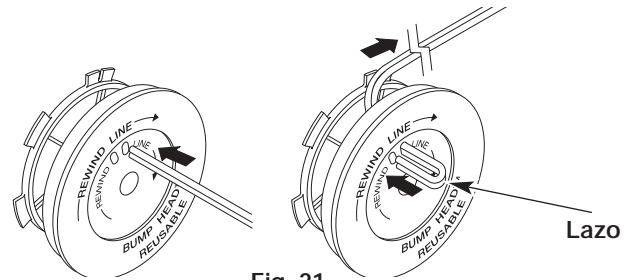
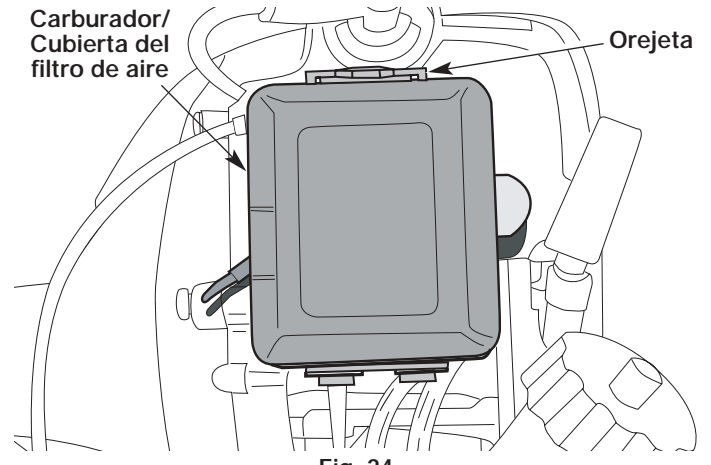

Fig. 21
Fig. 24
8. Tome aproximadamente 2,5 m (8 pies) de nueva línea de corte. Inserte un extremo de la línea a través de uno de los orificios del carrete interior (Fig. 21). Pase la línea a través del carrete interior hasta que queden sólo 4 pulgadas fuera.
9. Inserte el extremo de la línea en el orificio abierto del carrete interior y tire de la línea en forma ajustada a fin de que el lazo sea lo más pequeño posible (Fig. 21).
1. Saque la cubierta del filtro de aire/carburador empujando la lengüeta de arriba de la cubierta (Fig. 24).
6. Vuelva a instalar el filtro (Fig. 21) y la cubierta del filtro de aire (Fig. 24).